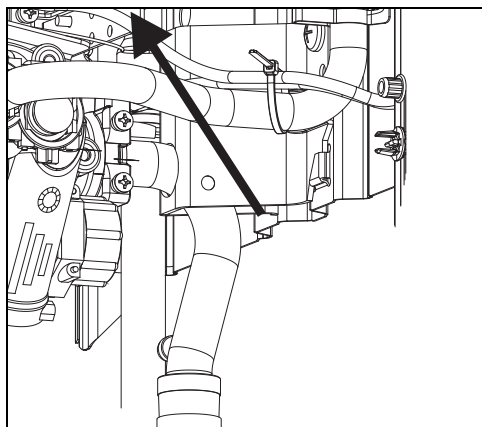

Рис. 12 Точка измерения давления перед форсункой
- ▶ Ослабить запорный винт (рис. 12).